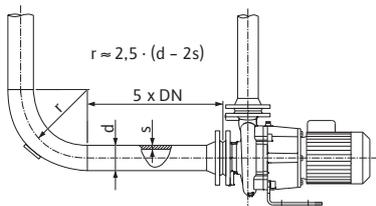

fig.3: Percorso di stabilizzazione a monte e a valle della pompa
- A monte e a valle della pompa si deve predisporre un percorso di stabilizzazione, sotto forma di tubazione rettilinea, la cui lunghezza deve corrispondere ad almeno 5 x DN della flangia della pompa (vedi fig. 3). Questa misura serve a prevenire la cavitazione.